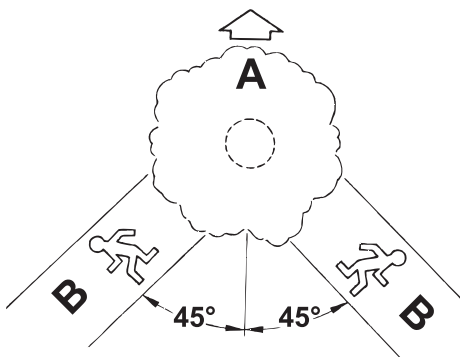

Рис. 20. Определение путей отхода
3. Обязательно определите путь отхода. Путь отхода (Рис. 20) должен быть направлен по диагонали в сторону, противоположную направлению падения, под углом 45 градусов, и вы должны отойти минимум на 3 метра от ствола, на тот случай, если во время падения комель дерева отскочит в сторону.